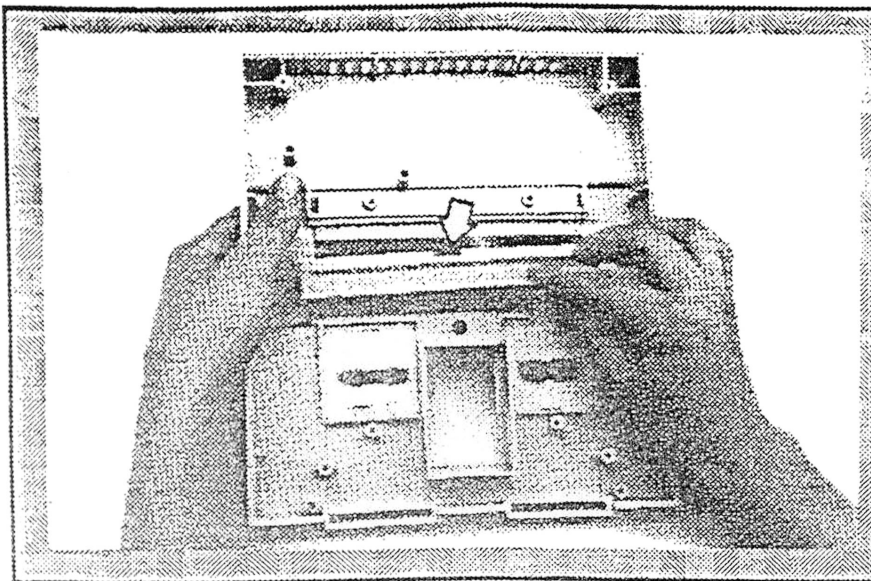

Fig. 19
5. Suspenda o gabinete superior e empurre a tampa da câmara para cima, pegando por baixo. Usando a outra mão, puxe a tampa da câmara em sua direção para removê-la (Fig. 19).